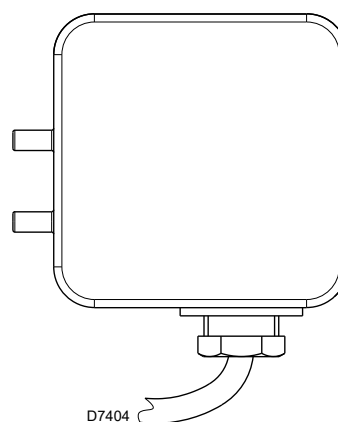

Fig. 22
- Régler le pressostat d'air (Fig. 22) en début d'échelle.
Effectuer le réglage du pressostat air (Fig. 22) après avoir effectué tous les autres réglages du brûleur avec le pressostat air réglé en début d'échelle. Avec le brûleur qui fonctionne à la puissance demandée, tourner la poignée lentement dans le sens des aiguilles d'une montre jusqu'à le blocage du brûleur.